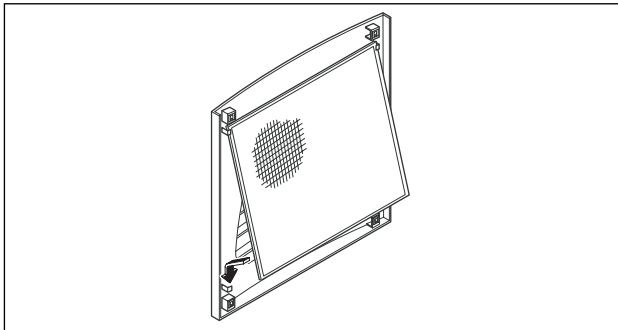

Bild 24: Montera filtermattan
- Lägg filtermattan som visas i bild 24 i lamellgallret och tryck fast den på skåpet.